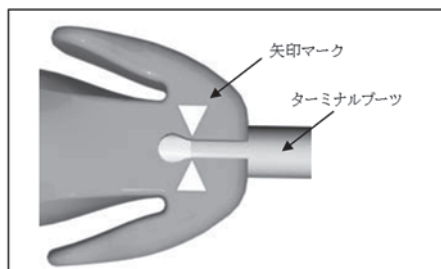

図2: コネクタツールの矢印マークとターミナルブーツの位置
- (1) リードの近位端にコネクタツールを挿入する。
- (2) ターミナルブーツレバーを摘み、さらにコネクタツールを挿入する。
- (3) ターミナルブーツレバーを離し、コネクタツールがリードに固定されていることを確認する(図2)。